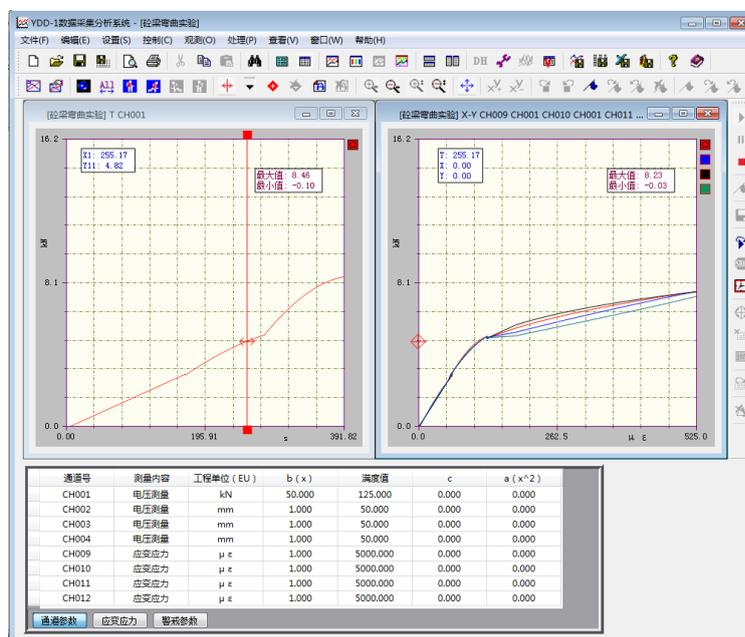

图16.2
15) 打开数据采集仪分析软件 鼠标右键点击手动油泵的摇杆弹出“加载”，左键单击“加载”，对实验梁进行加载。加载完毕后，在实验数据分析软件中查看实验数据（参考图16.2，以少筋梁为例）， 可以查看梁的裂纹状态（参考图16.3，以少筋梁为例）